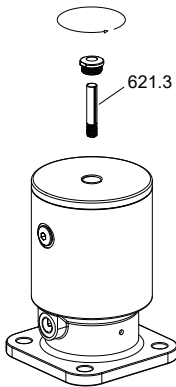

Abb. 36: Demontage Kappe und Stellschraube 621.3
1. Kunststoffkappe des Kolbenantriebs mit einem Gabelschlüssel (SW13/SW21) entfernen. Den Stellungsanzeiger 621.3 herausdrehen (⇒ Abb. 36) .